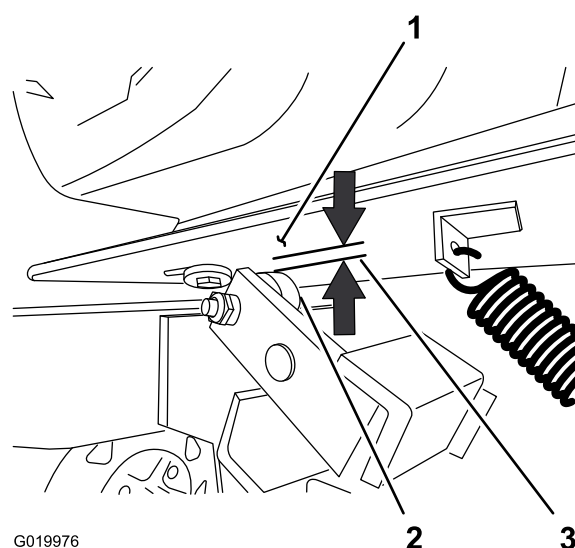

Figure 54
2. Mesurez l'entrefer entre le plancher moteur et le rouleau sur l'embrayage (Figure 54).